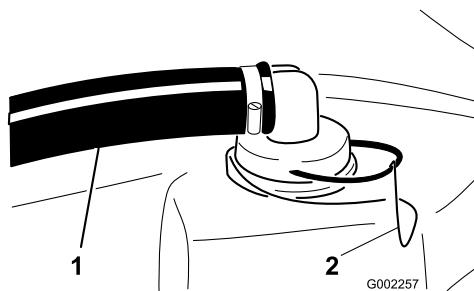

Figure 63
- Retirez la fixation du raccord rouge monté sur le gros flexible en haut de la cuve (Figure 63).
| 3. Débranchez le flexible de la cuve (Figure 63). | |